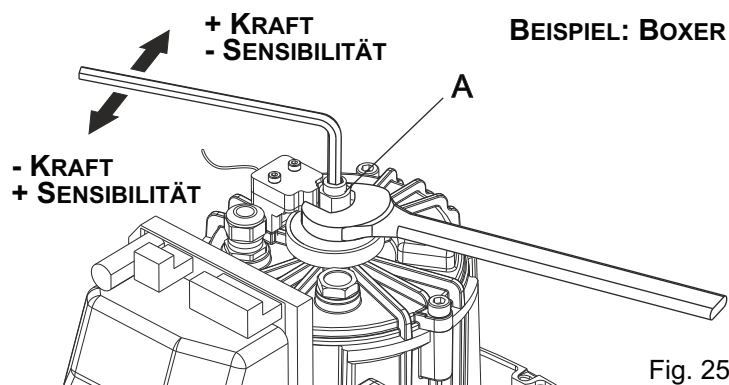

Fig. 25
9.2. Zum Einstellen der Kupplung den Gewindestift «A» wie folgt einstellen (Abb. 25)